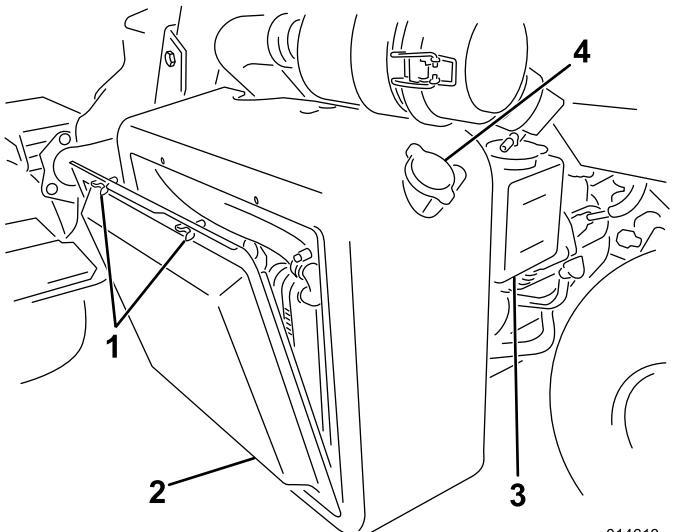
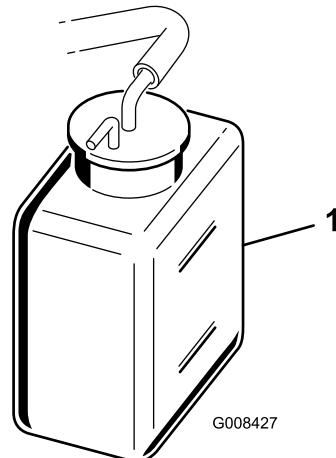

Figura 41
Figura 42
1. Rimuovete la griglia del radiatore (Figura 41).
2. Controllate il livello del refrigerante (Figura 41 e Figura 42).